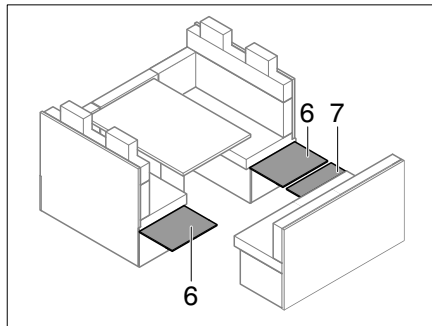

Fig. 236 Déployer les parois latérales
- Déplier les parois latérales du caisson d'assise (Fig. 236, 9) et la paroi avant du caisson d'assise (Fig. 236, 10) de la banquette longitudinale.
- Déployer les parois latérales des coffres de siège (Fig. 236,6) et la paroi avant des coffres de siège (Fig. 236,7).